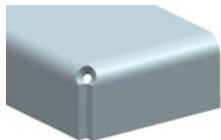

图 7-4 “圆形除料”示意图
3) 圆形除料: 在弯边区域创建一个圆孔, 通过输入的直径值来决定圆孔的大小, 输入的偏置值决定孔向中心移动的距离, 示意图如图 7-4 所示。